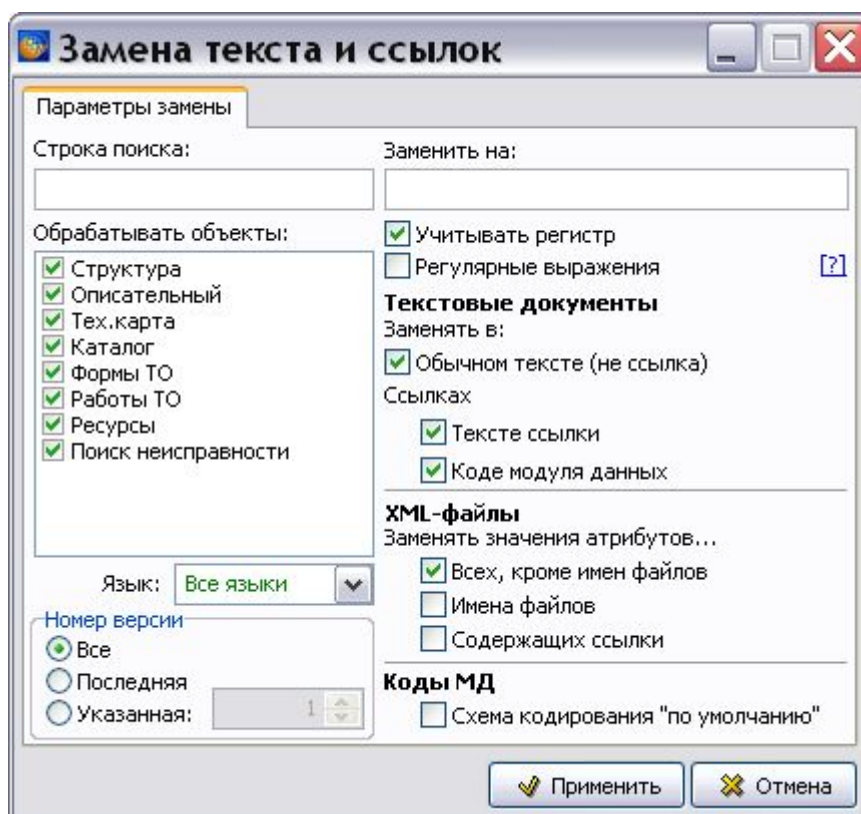

Рис. 8.3
3. Выделите проект или его раздел и в правой части диалогового окна **Структура раздела** выберите инструмент **Замена строк в CSDB** . При этом появится окно **Замена текста и ссылок** (Рис. 8.3).